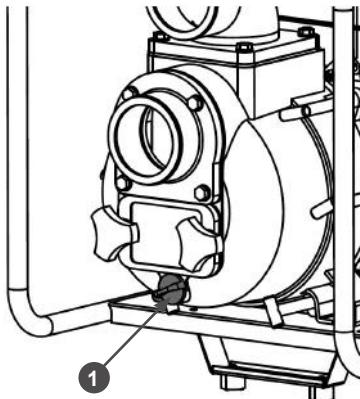

Рис. 23 Расположение пробки отверстия для слива воды из корпуса насоса
- Открутите сливную пробку 1 и слейте воду из корпуса насоса. Пробка отверстия для слива воды из корпуса насоса находится в нижней части насоса под впускным (всасывающим) фланцем (Рис. 23).